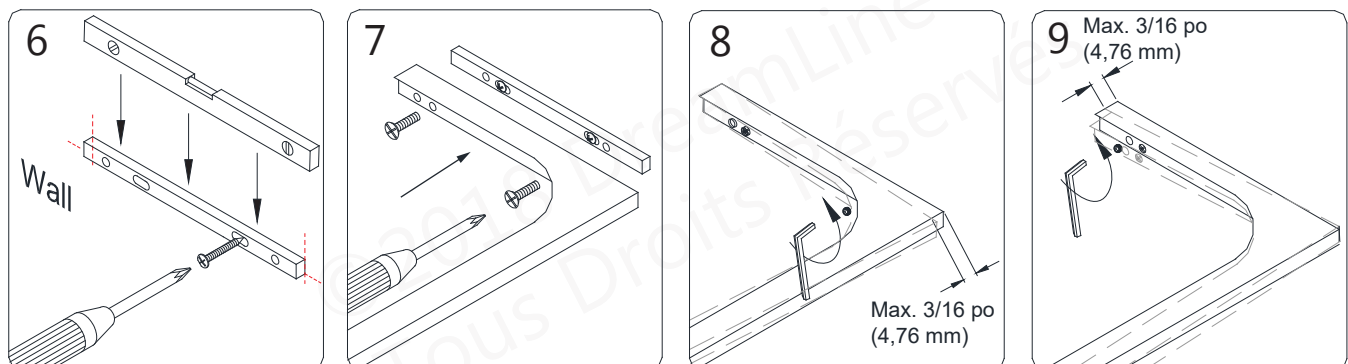

Fig 12
12. Fixez au mur le **support mural (N° 4.6)** avec des **vis à tête bombée ST4.2x40 (N° 4.7)**. Rattachez le **L-Bar™ (N° 4.3)** au **support mural (N° 4.6)** avec une **vis à tête plate M5x14 (N° 9.8)**. Ajustez l'angle du L-Bar™, si nécessaire, en utilisant les vis de réglage du **support mural (N° 4.9)**. **Fig. 12**